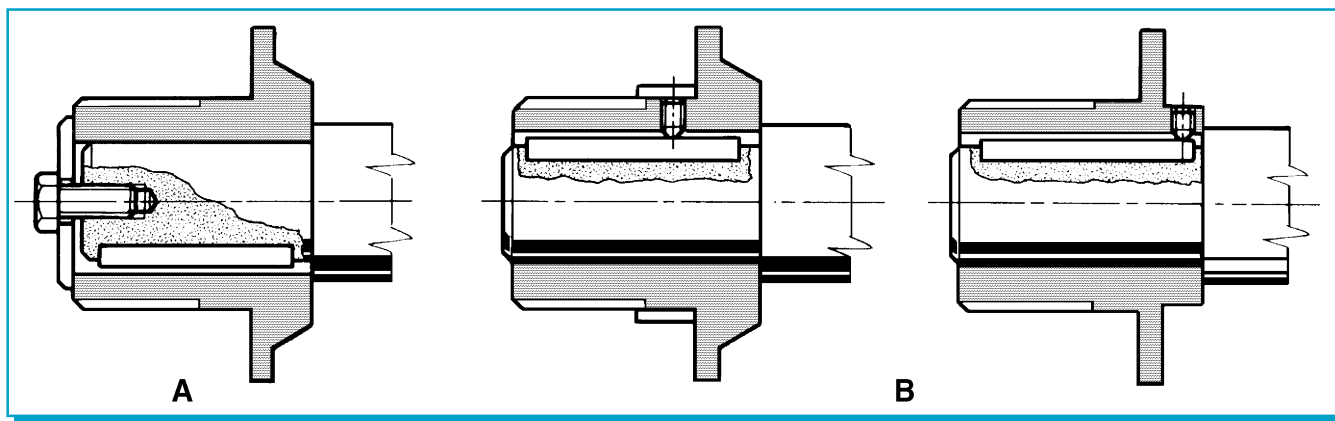

Fig. 3
- In Fig. 3 sono illustrate le possibilità di fissaggio corpo limitatore sull'albero di trasmissione del moto (tramite chiavetta):
- Figure 3 shows the options available for mounting the casing of the limiter to the drive shaft (using a spline):
- La Fig. 3 montre les possibilités de fixation du corps limiteur sur l'arbre de transmission du mouvement (à l'aide d'une clavette):
- In Abbildung 3 werden die Montagemöglichkeiten des Gehäuses des Drehmomentbegrenzers auf der Antriebswelle (mit Passfeder) veranschaulicht: